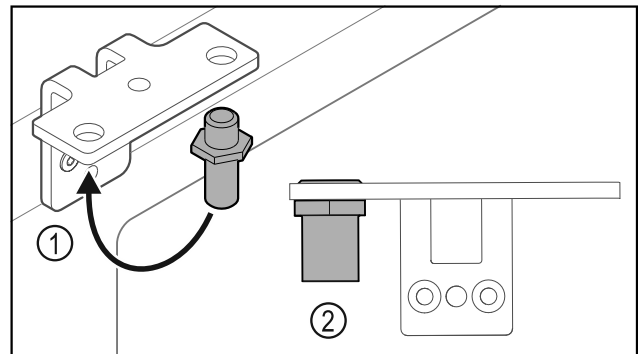

Fig. 35
- ▶ Перемістити палець Fig. 35 (1) у шарнірному кутику.
- ▶ Затягнути палець Fig. 35 (2) з **обертальним моментом 12 Нм**.